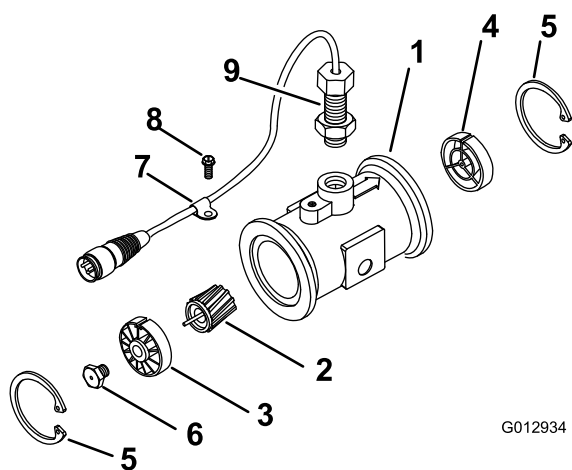

Figure 62
3. Retirez le circlip en amont (Figure 62).